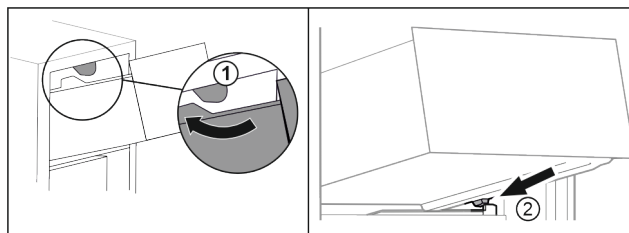

Fig. 112
- Vedte zásuvku podél horních zářezek. Fig. 112 (1)
- Nasaďte zásuvku šikmo za dolní zářezky na žebrování na nádoby. Fig. 112 (2)